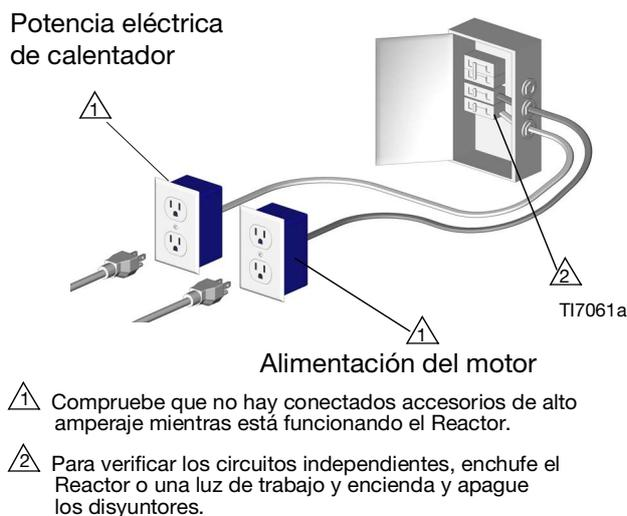

FIG. 4 Usar dos circuitos separados
1. Conecte el Reactor a la fuente de alimentación correcta para su modelo. Consulte la TABLA 4. Los cables de alimentación deben conectarse a dos circuitos independientes y dedicados. Consulte la FIG. 4.